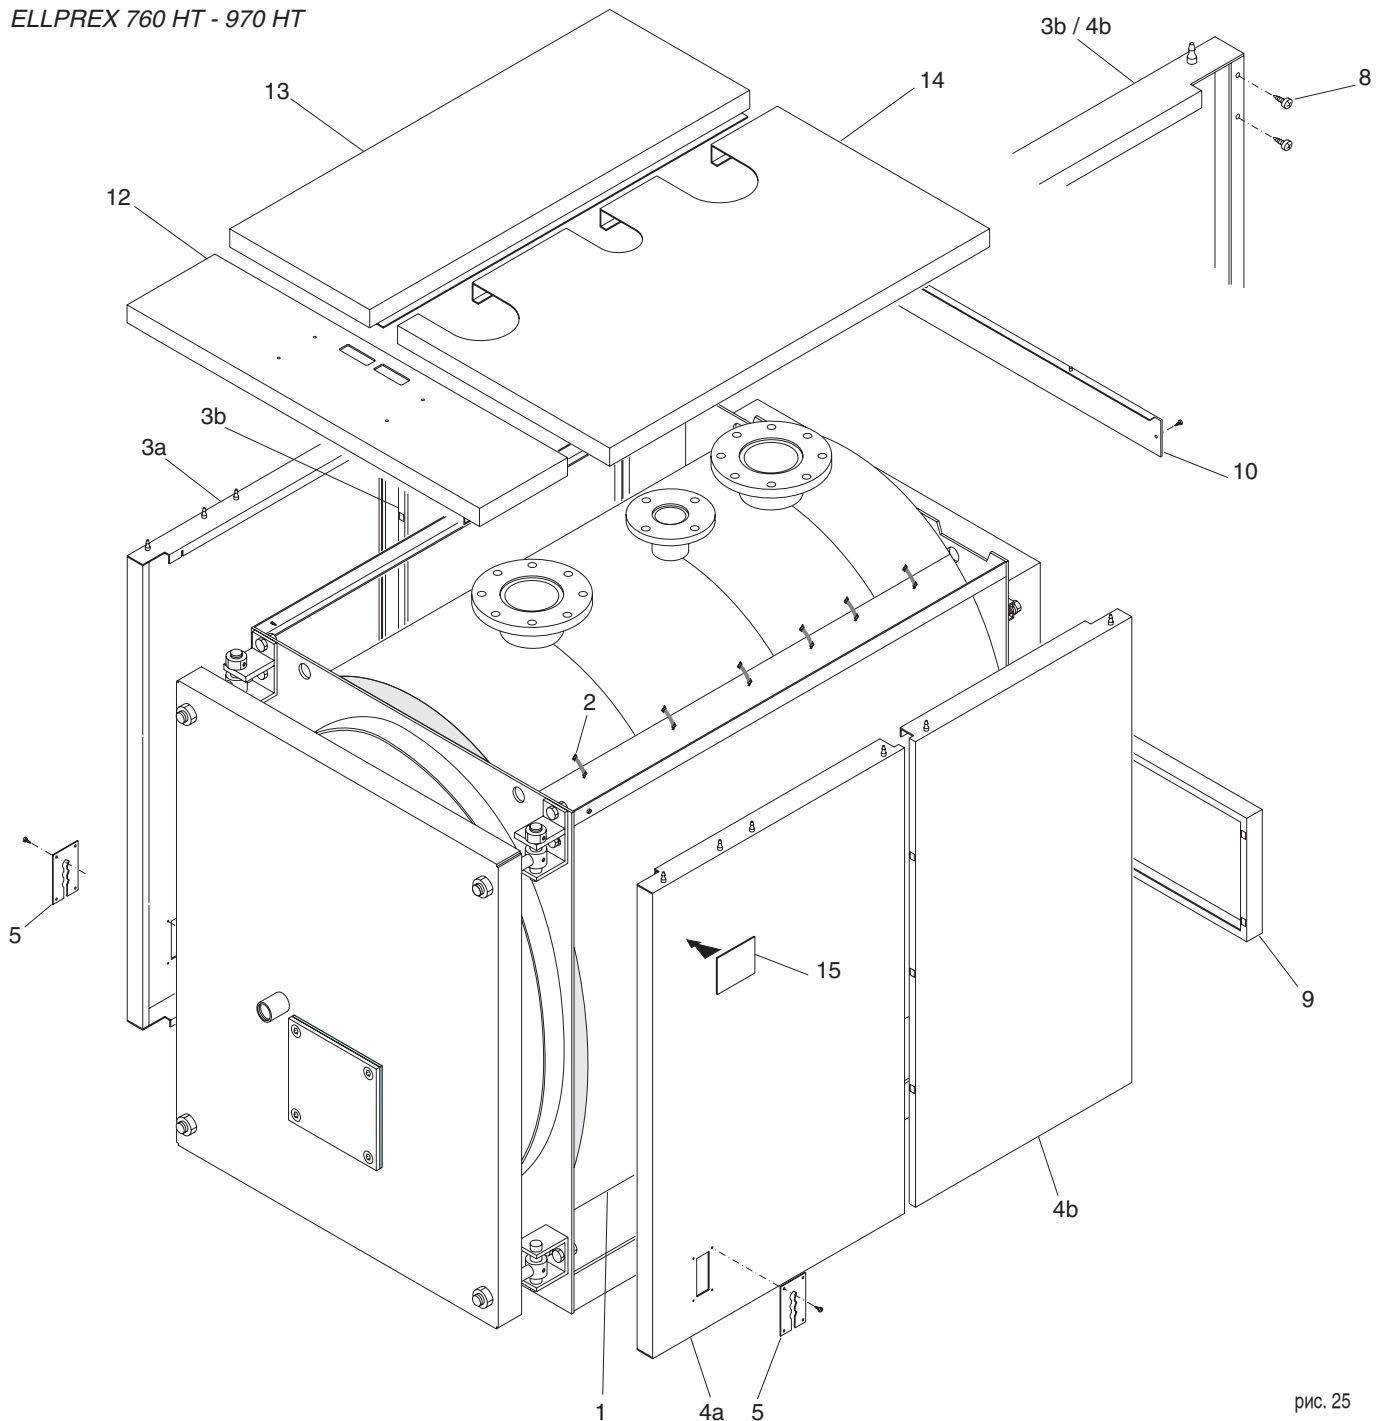

рис. 25
**N.B.** Для модели **ELL 630 HT** (см. рис. 23) и для моделей от **ELL 760 HT до ELL 2200 HT** (см. рис. 25 и 26), обшивка и изоляция находятся в трех упаковках маркированных:
### Последовательность монтажа (см. рис. 25)